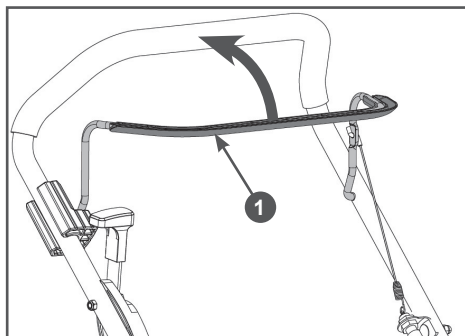

Рис. 18. Рычаг дополнительного выключателя зажигания
Перед запуском двигателя, несколько раз задействуйте рычаг 1 дополнительного выключателя зажигания (Рис. 18). Проверьте, чтобы рычаг и дополнительный выключатель зажигания двигателя работали должным образом.
5. Левой рукой прижмите рычаг 1 дополнительного выключателя зажигания к рукоятке и удерживайте его (Рис. 18).
При возникновении аварийной ситуации, для экстренной остановки двигателя устройства отпустите рычаг дополнительного выключателя зажигания двигателя (Рис. 18).
4. Отпустите рычаг дополнительного выключателя зажигания двигателя (Рис. 18).